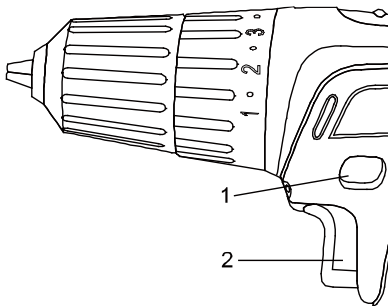

Рис. 4
Переключатель направления вращения (1) расположен над кнопкой включения (2) (Рис. 4). Для вращения по часовой стрелке переключите его влево, для вращения против часовой – вправо.